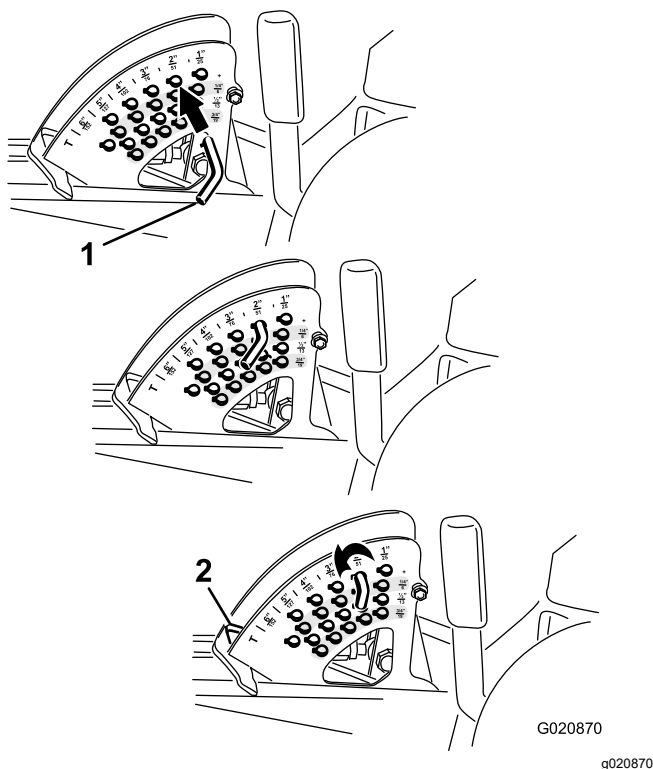

Рисунок 24
2. Чтобы отрегулировать высоту скашивания, поверните стопорный штифт так, чтобы цилиндрический штифт внутри него совпал с прорезями в отверстиях кронштейна высоты скашивания, затем извлеките штифт (Рисунок 24).
3. Выберите отверстие в кронштейне высоты скашивания, соответствующее необходимой высоте скашивания, вставьте штифт и, нажимая на него, поверните до фиксации в отверстии (Рисунок 24).
Примечание: В кронштейне есть четыре ряда отверстий (Рисунок 24). Верхний ряд обеспечивает высоту скашивания, указанную над штифтом. Второй ряд обеспечивает указанную высоту скашивания плюс 6 мм.